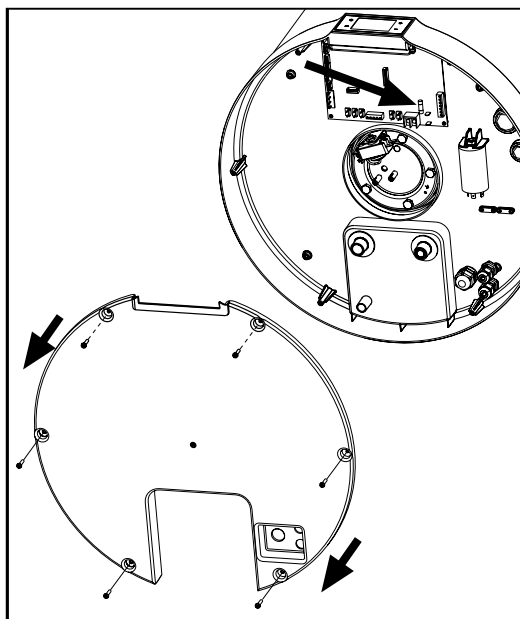

fig. 64
- Retirez le capot inférieur en dévissant d'abord les vis de verrouillage spécifiques (fig. 64).